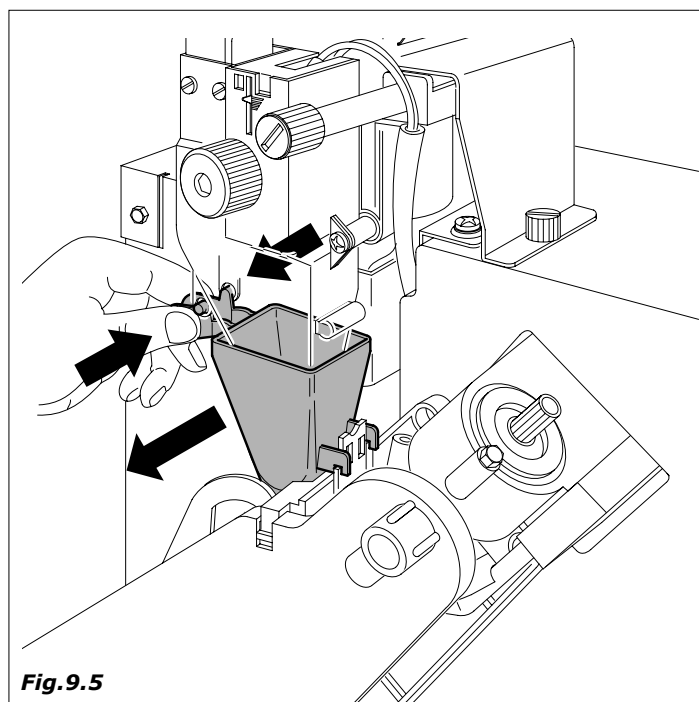

Fig.9.5
- rampa y embudo de café (Fig.9.5)